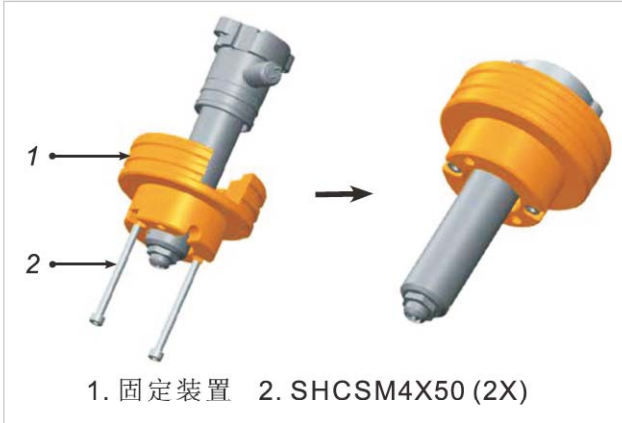

图11-16 将固定装置连接到阀套上
15. 将喷嘴末端与固定装置的槽对齐。将喷嘴法兰固定在固定装置上，并用内六角螺钉将固定装置固定到阀衬套上。拧紧至3.6Nm (2.6 ft-lb)。见图11-16。